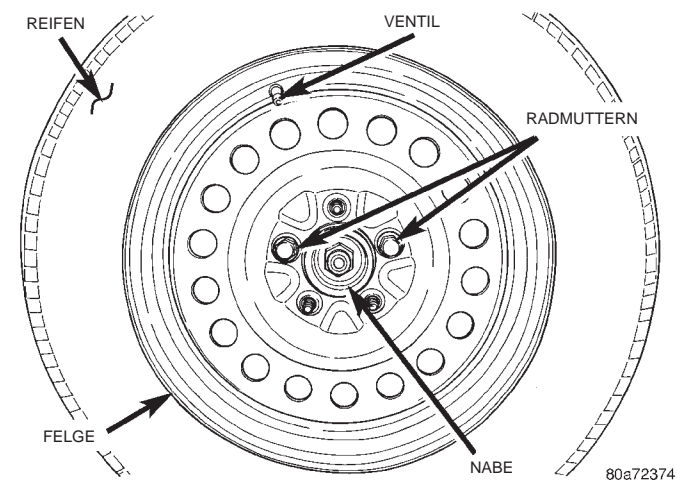

Abb. 18 Montage des Rades
HINWEIS: Zur Montage der Radzierblende müssen die Radmuttern auf die in (Abb. 18) gezeigten Radbolzen aufgeschraubt werden.
(1) Bei der Montage das Rad zunächst an der Anlagefläche der Nabe ansetzen; der Nabenzapfen dient dabei als Führung. Dann die beiden Radmuttern auf den in (Abb. 18) gezeigten Radbolzen ansetzen und **von Hand festziehen**, um die Felge auf der Nabe zu fixieren.